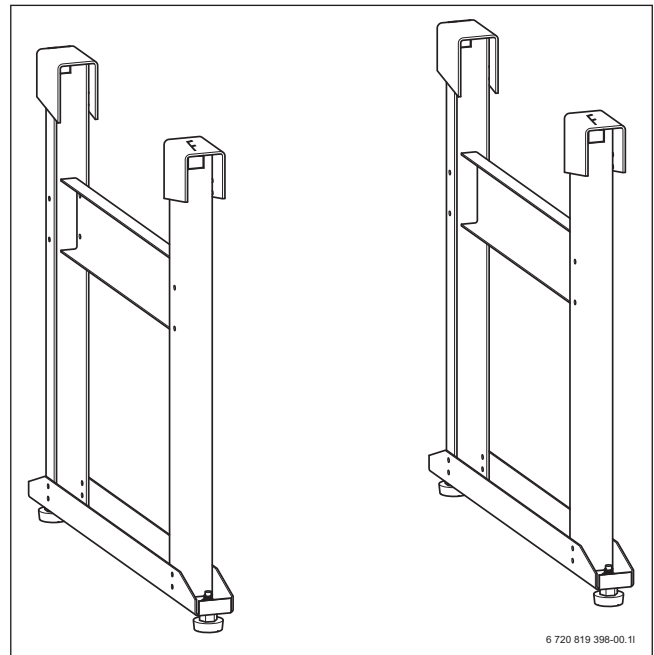

Bild 13 Kennzeichnung an den Befestigungsfüßen
- ▶ Montagerichtung des Gestells beachten: Die Seite, an der ein „F“ in die Befestigungsfüße gestanzt ist, muss mit der Ausblasseite übereinstimmen (→ Bild 13).